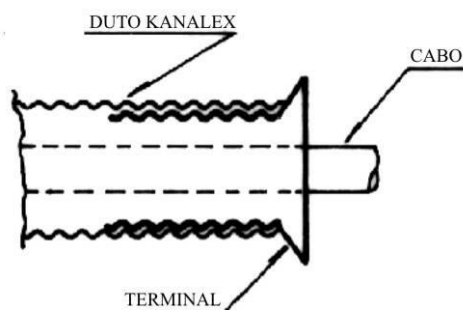

Figura 47
- b) Realizada esta operação, reintroduz-se o terminal no duto, obtendo-se assim, uma chegada de caixa convencional (Figura 47).